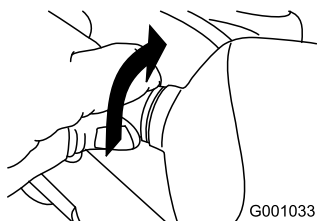

Figure 52
2. Tournez la base de l'ampoule dans le sens anti-horaire jusqu'à la butée (Figure 52).